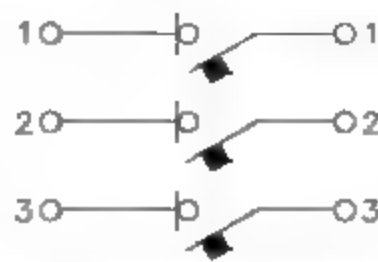

图1-27 相同元件标识示例2
- (2) 若电气图中不需要区别不同相序时，或者容易区分时，可用数字标识，如图1-27所示。